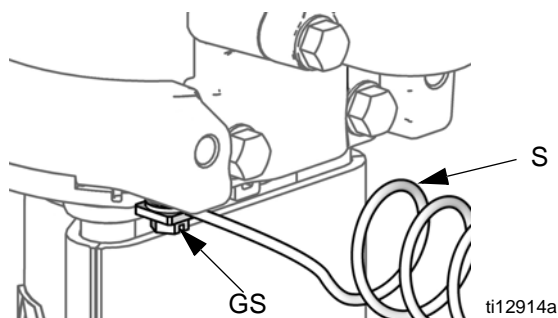

FIG.4. Jorda pumpen.
Pump: Se FIG.4. Kontrollera att jordskruven har fästs och dragits åt säkert på luftmotorn. Koppla andra änden på jordledningen (S) till en god jordpunkt.